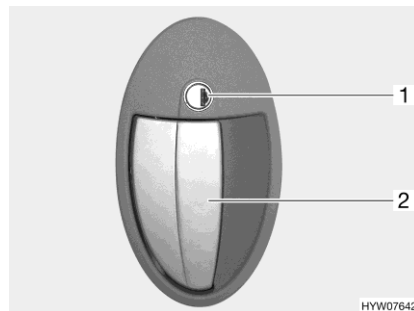

Fig. 53 Serratura della porta (porta del vano abitabile, lato esterno)
Apertura: ■ Inserire la chiave nel cilindro della serratura (Fig. 53,1) e ruotare in senso orario, fino a quando la serratura della porta si sblocca.
■ Tirare la maniglia della porta (Fig. 53,2). La porta è aperta.
Bloccaggio: ■ Inserire la chiave nel cilindro della serratura (Fig. 53,1) e ruotare in senso antiorario, fino a quando la serratura della porta si blocca.